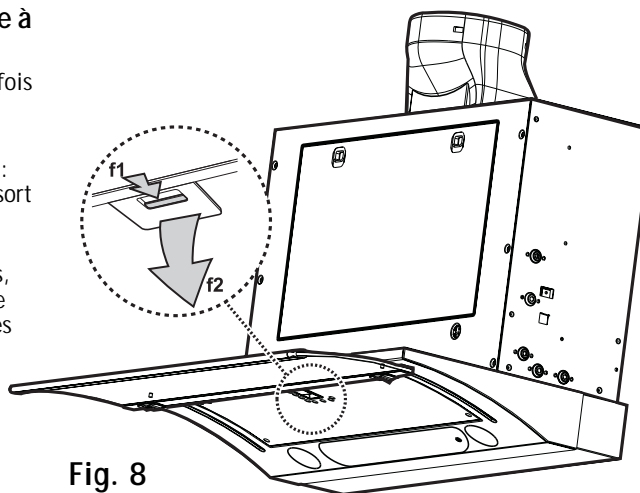

Fig. 8
2. Retirez les filtres à graisses - Fig. 8 : tirez la poignée de décrochage à ressort (f1-f2) vers le bas, puis extrayez le filtre.
2. Retirez le filtre à graisses (f1-f2 - Fig. 8).